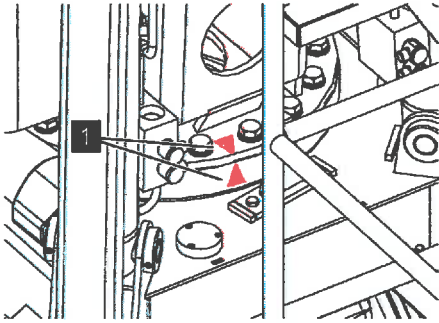

Abb. 88: Rote Pfeile
- Sicherstellen, dass die roten Pfeile (Abb. 88/1) am Drehkranz beim Einfahren in die Transportstellung gegenüberliegen.